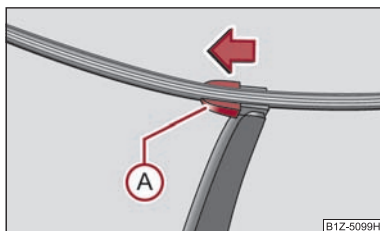

Abb. 52 Scheibenwischerblatt für Heckscheibe
- Klappen Sie den Scheibenwischerarm von der Scheibe ab und stellen Sie das Scheibenwischerblatt rechtwinklig zum Wischerarm $\Rightarrow$ Abb. 52.
- Mit der anderen Hand entriegeln Sie die Sicherung (A) in Pfeilrichtung und nehmen das Scheibenwischerblatt heraus.